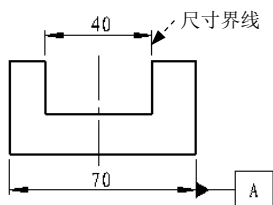
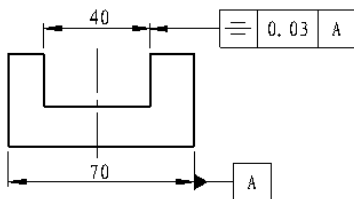

图 6.5.25 选取放置边
图 6.5.26 “对称度”形位公差
Step5. 放置形位公差符号。选取图 6.5.25 所示的尺寸界线以放置形位公差, 如图 6.5.26 所示。